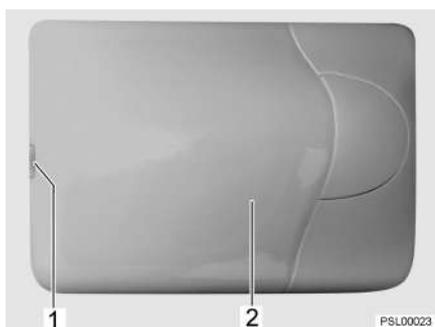

Fig. 103 Luz del habitáculo
- Sacar la tapa (Fig. 103,2) con cuidado, haciendo palanca en la muesca (Fig. 103,1) con una herramienta apropiada (p. ej. destornillador) y retirarla.